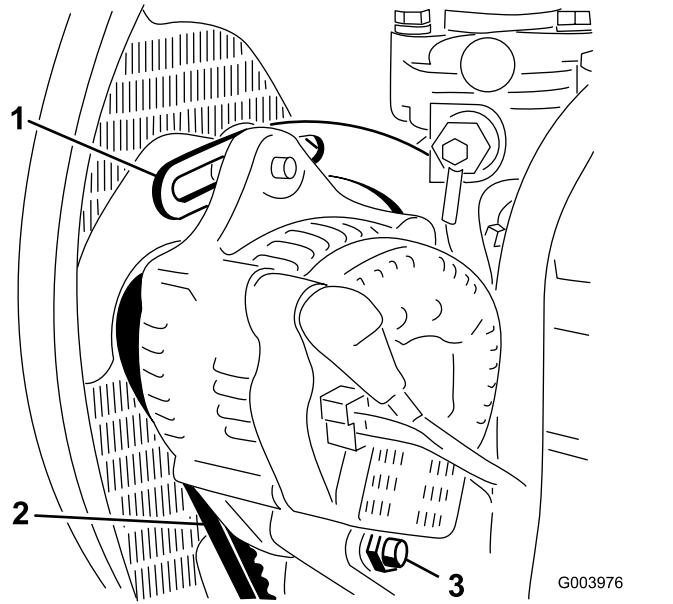

Figura 65
- Controllate la tensione della cinghia dell'alternatore premendola (Figura 65) al centro tra le pulegge dell'alternatore e dell'albero a gomito con una forza di 10 kg.
- Allentate il bullone che fissa il supporto al motore (Figura 65), il bullone che fissa l'alternatore al supporto ed il bullone di rotazione.